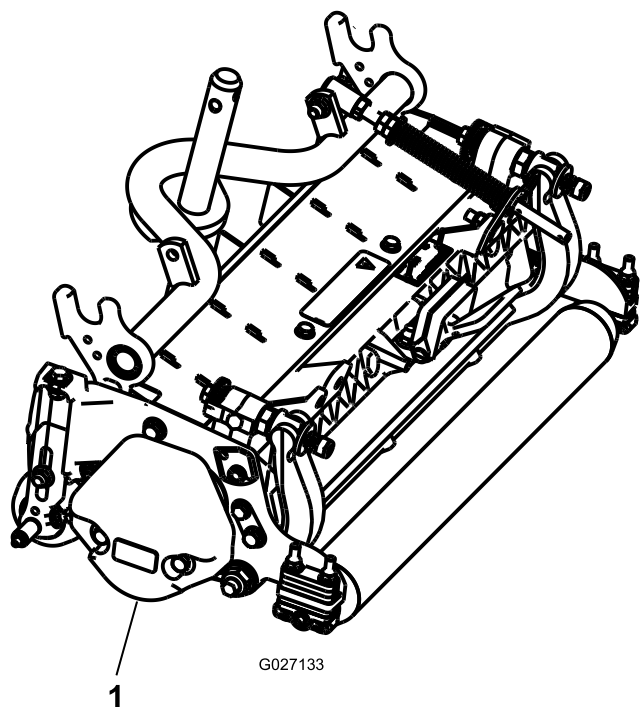

Figure 7
3. Veillez à monter le contrepoids (**Figure 7**) du bon côté de l'unité de coupe, comme expliqué dans le *Manuel de l'utilisateur* de l'unité de coupe.